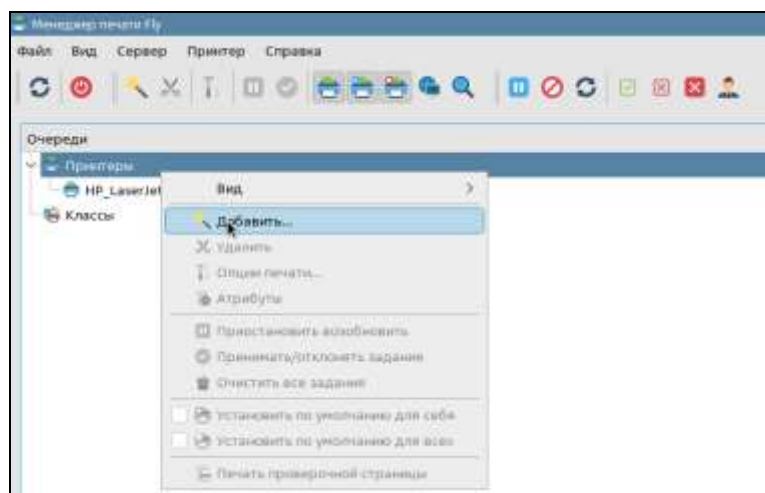

Рисунок 2 — Мастер установки принтера. Добавить принтер
3) Запустить менеджер печати Fly, выбрать пункт **Добавить** (Рисунок 2);